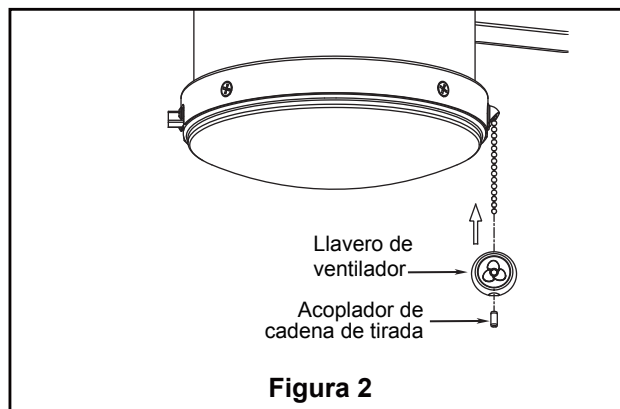

Figura 2
2. Extraiga uno de los tres tornillos del soporte colgant. Afloje ligeramente los dos tornillos restantes. Instale la carcasa de interruptor en el soporte de la motor usando las dos ranuras claves de la carcasa de interruptor. Vuelva a colocar el tercer tornillo y fije los tres tornillos adecuadamente. (Figura 2)
2. Instale el acoplador de la cadena del tirador del ventilador. (Figura 2)